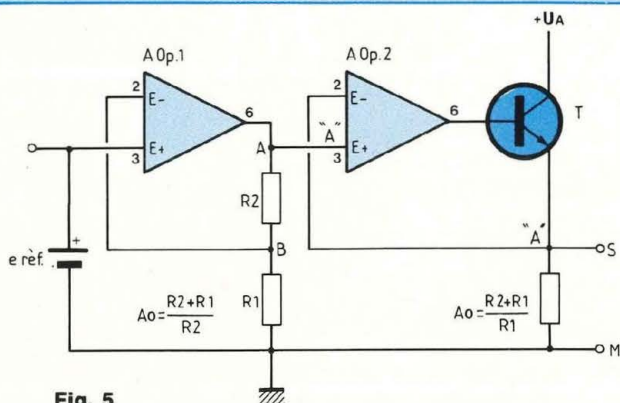

Fig. 5
Nous connaissons fort bien les avantages que nous procure le transistor en montage collecteur commun (CC) dans son rôle d'adaptateur d'impédance (numéro 78, etc.). Nous allons pourvoir notre A Op amplificateur d'un étage tampon qui assurera la liaison parfaite avec les montages consommateurs de la tension de référence programmée (figure 5).